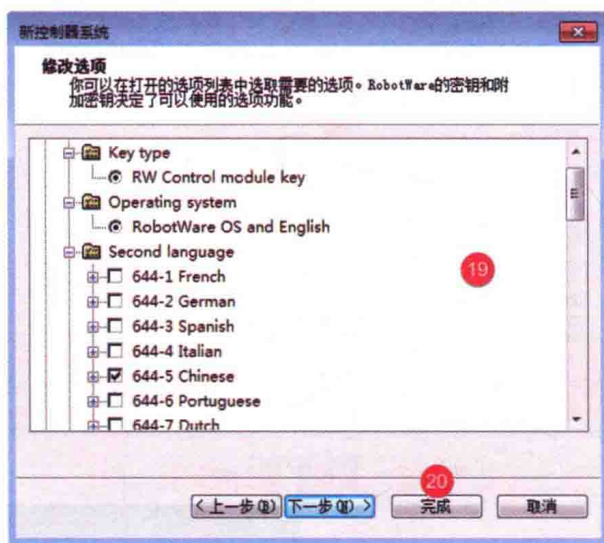

图 1-20 新系统创建完成
⑰配置当前系统参数,选择第二语言中文,如图 1-20 所示。
⑱单击完成,新系统创建完成,如图 1-20 所示。